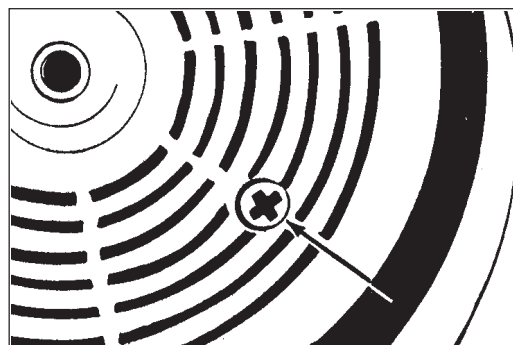

Figure 7
3. Aligner les deux trous avec l'une des trois vis du couvercle du carter de l'engrenage. Retirer la vis du couvercle du carter de l'engrenage. (Figure 7)